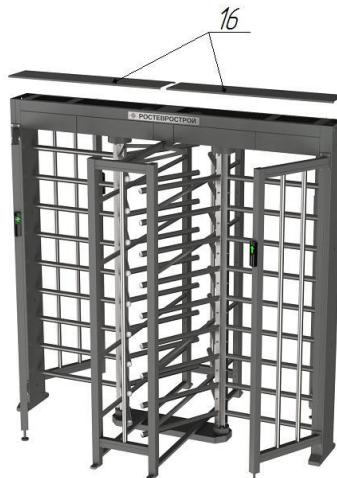

Рис. 7
Режим калибровки. Режим предназначен для установки исходного (нулевого) положения лопастей. Это может потребоваться, например, при замене датчика углового положения лопастей. Для перевода турникета в режим калибровки необходимо снять крышку привода (Рис.7) и нажать красную кнопку включения режима калибровки (кнопка расположена на боковом ребре корпуса привода). При включении режима калибровки раздается прерывистый звуковой сигнал и мигает зеленым индикатор прохода одного из направлений (другой проход горит красным).
5. Окончательная сборка (рис. 7, 8):